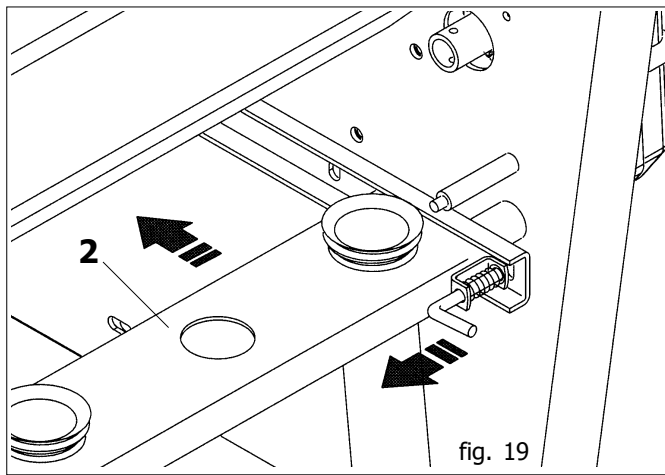

fig. 19
- 1) Spostare la bussoliera (2 Fig. 19).
- 1) Spostare la bussoliera anteriore (2 Fig. 19).